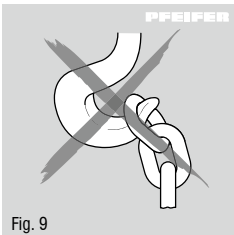

Fig. 9
- Toujours accrocher la charge au milieu du crochet (base du crochet). Ne pas accrocher la charge sur la pointe du crochet. Ceci est valable pour les crochets de charge supérieur et inférieur (Fig. 9).
- Ne pas accrocher la charge sur la pointe du crochet (Fig. 9).
Mettre le levier d'inversion en position de levage (auf/up) et le laisser s'enclencher. Effectuer des mouvements de pompage à l'aide du levier manuel. Lorsque l'engin de levage est sous charge sans être utilisé, le levier d'inversion doit demeurer en position Soulever (auf/up). Toujours accrocher la charge au milieu du crochet. Ne pas accrocher la charge sur la pointe du crochet (Fig. 9).